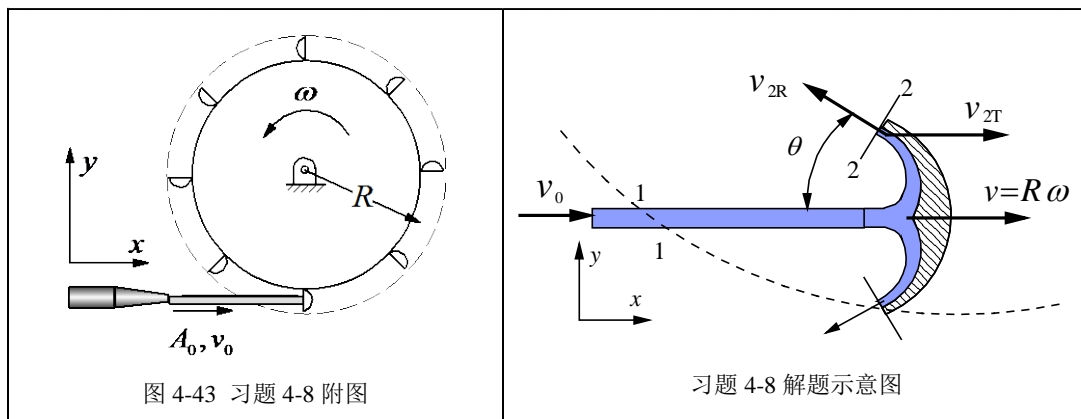

图 4-43 习题 4-8 附图
**4-8** 固定喷嘴以速度  $v_0$  将水流喷射到叶轮的叶片上，使叶轮以角速度  $\omega$  匀速转动，如图 4-43 所示。该叶轮的叶片与习题 4-7 的叶片完全相同，参见图 4-42。已知喷嘴出口面积为  $A_0$ ，叶片出口角为  $\theta$ ，水的密度为  $\rho$ 。取图中虚线与叶轮圆周之间对应于叶片的包络空间为控制体，证明：
(1) 水流对叶片的冲击力  $F_x$  为